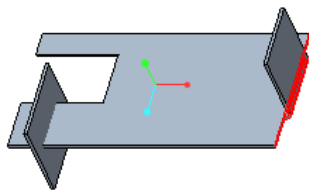
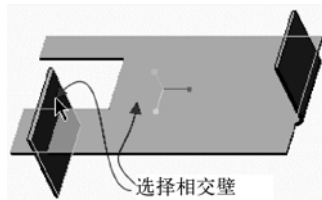

图 1-171 创建第一个连接壁的效果
图 1-172 选择两个相交壁
(7) 在“联接”（连接）选项卡中单击 （完成）按钮，创建第一个连接壁的效果如图 1-171 所示。
(8) 在功能区的“模型”选项卡中单击“编辑”→ （连接）按钮，打开“联接”（连接）选项卡。
(9) 选择主壁（连接后的平面壁），按住〈Ctrl〉键并选择“拉伸 2”壁，注意各壁选择单击位置，如图 1-172 所示。